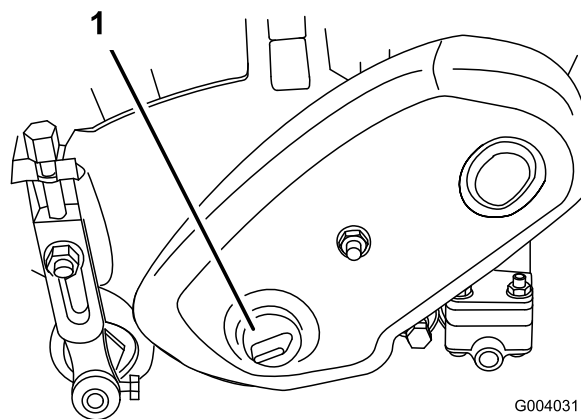

Figura 62
1. Retire o tampão da cobertura da transmissão do cilindro situada no lado esquerdo da estrutura do cilindro (Figura 62).